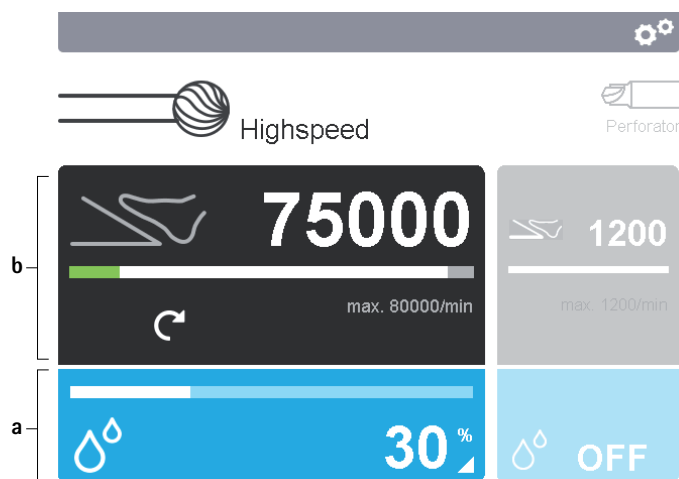

Fig. 5 Ativar painéis de comando
- Alterar parâmetros de configuração da unidade de aplicação: Premir painel de comando da unidade de aplicação **a** no mostrador 2, ver Fig. 5.